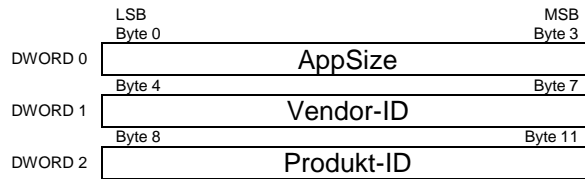

Bild 11: Lage von Vendor-ID und Produkt-ID in den Daten
- pbAppInfo_p: Pointer auf die Daten, in denen die Vendor-ID und Produkt-ID hinterlegt sind (siehe Bild 11). Diese Daten müssen mit den AMI-Funktionen gelesen werden.